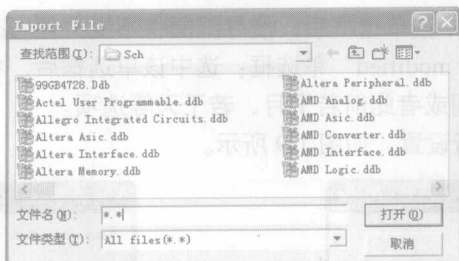

图 1-11 导入文件对话框
(1) 打开需要执行恢复操作的文件所在的数据库。
(2) 执行菜单【File】→【Import...】命令后，系统将会弹出如图 1-11 所示的导入文件对话框，在对话框中把通过系统设置的备份文件保存的路径，找到需要恢复的备份文件。